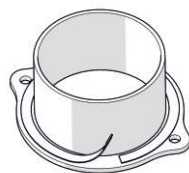

Рисунок 6.
2. Со стороны патрубка на коннектор приклеить самоклеящуюся ленту из стекловолокна, входящую в комплект поставки, отрезать излишек (см. рисунок 6).